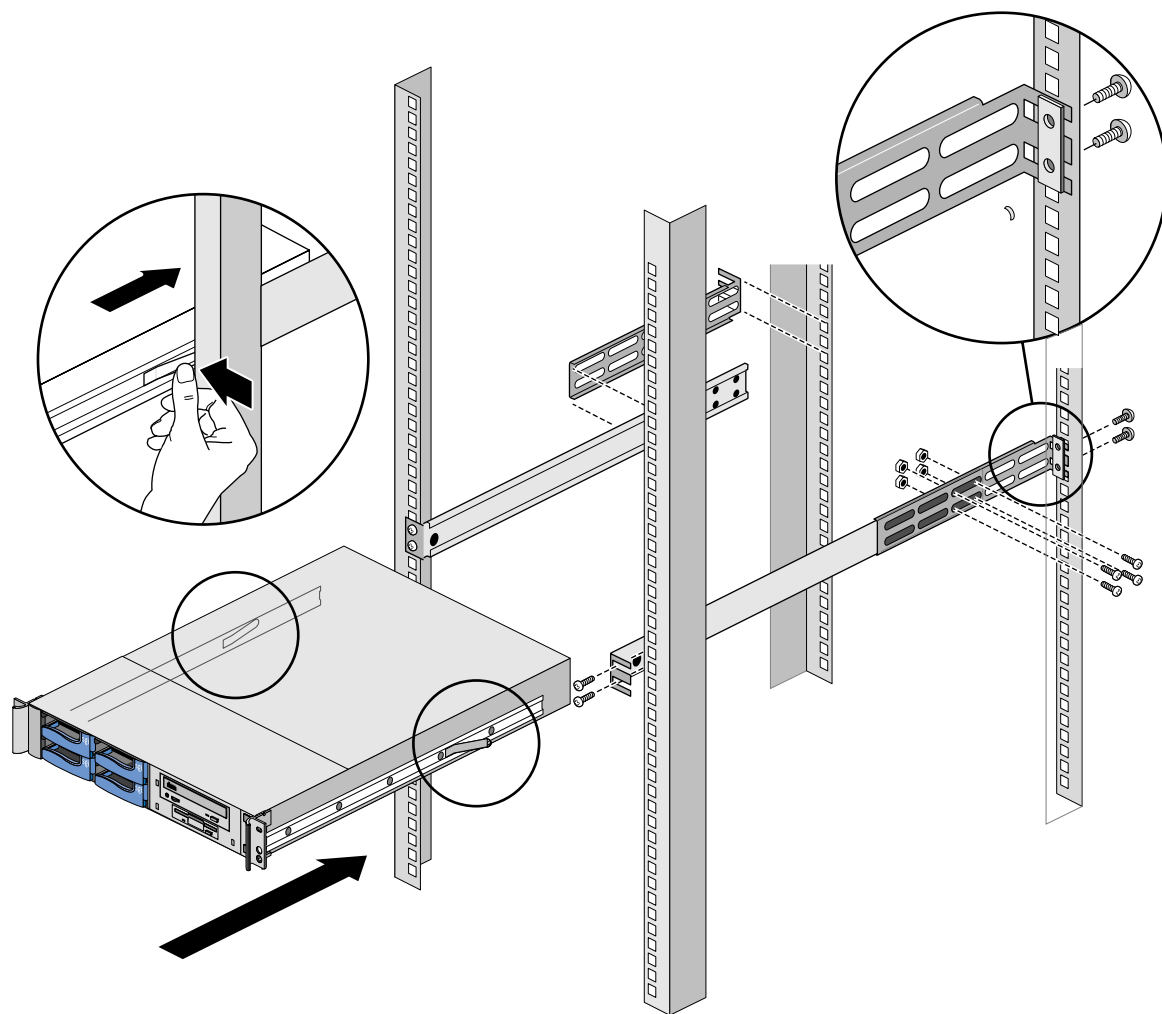

図3-1 スライドレールの取り付け
6. 右および左のリアマウント用ブラケットとエクステンダをラックのフレームに取り付けます。図 3-1 を参照してください。
7. 1人が両側を支えている間に、レールに取り付けられたスライドに合わせてSGI 1200サーバ本体をラックに入れます。どちらの側もスライドとレールをきちんと合わせてロックングタブを押し、本体をラックにはめ込みます。図3-1を参照してください。